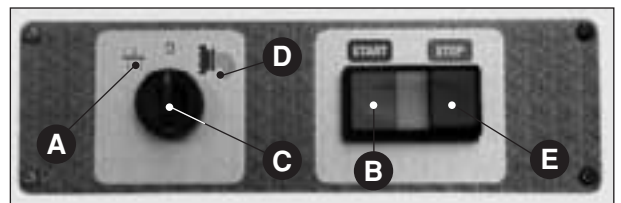

Fig. 11
- arrêter la machine en mettant le sélecteur sur la position "0" (Fig. 11 C) puis le tourner sur la position de pétrissage **III** (Fig. 11 A) pendant 10 à 15 secondes de manière à éliminer la pression sur la filière, due au produit;
- remettre enfin le sélecteur sur le "0" (Fig. 11 C), ou bien appuyer sur le bouton-poussoir d'arrêt (Fig. 11 E);
- Qu'en position "0" (Fig. 11 C) tous les organes de la machine sont immobiles; en position "filière" (Fig. 11 D) le malaxeur tourne dans un sens; la vis de sélection doit tourner dans le même sens (vérifier par les fentes du capot); en position "malaxer" (Fig. 11 A) les organes doivent tourner dans le sens contraire.